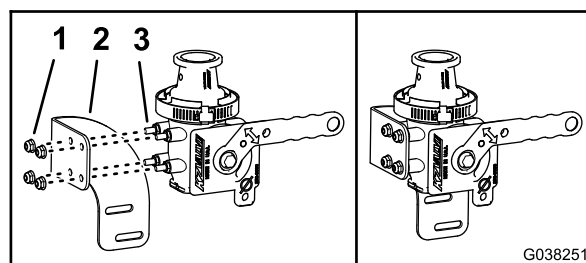

图59
1. 如图59中所示将清洁加药器切断阀支架中的软管与清洁加药器切断阀的螺栓对齐。
2. 使用4个凸缘锁紧螺栓1/4 英寸将阀支架安装到阀门上图59。